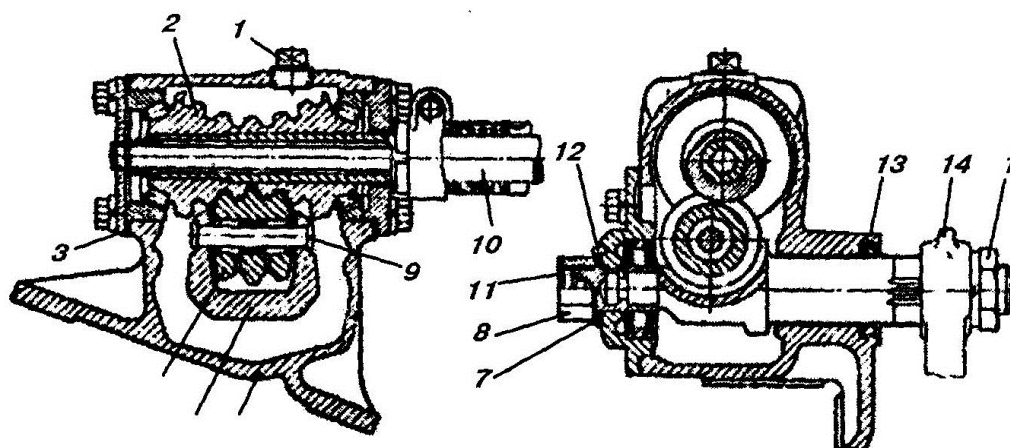

Рис. 5.7. Рульовий механізм
- Перевірити зазор в зчепленні робочої пари рульового механізму і при необхідності відрегулювати його (рис. 5.7).